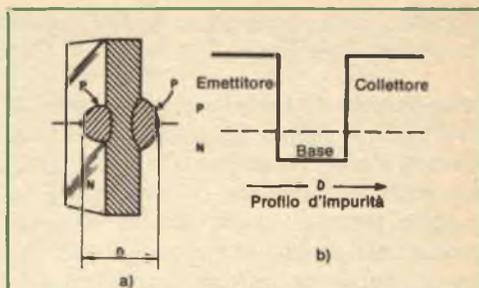
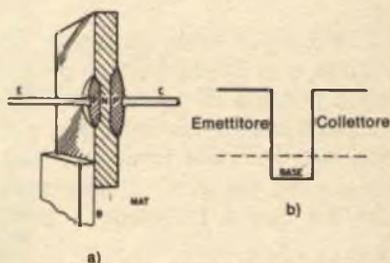
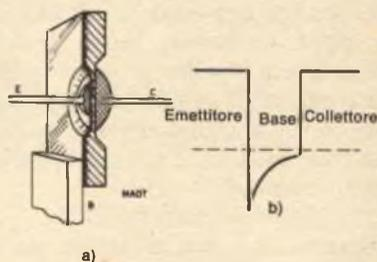
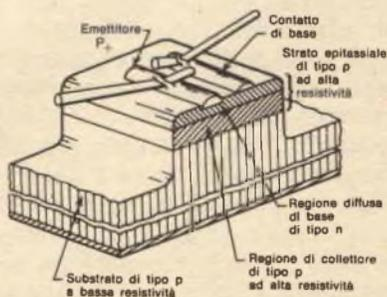

Fig. 11 - Tipico transistore a lega.
Fig. 12 - Struttura a microlega.
Fig. 13 - Tipo di transistore a microlega diffuso.
Fig. 14 - Struttura mesa epitassiale.
**Procedimenti di fabbricazione dei transistori** - Con il passare degli anni, sono stati adottati molti procedimenti e molte strutture nella realizzazione dei transistori; la maggior parte di questi metodi vengono ancora usati, anche se i procedimenti più vecchi ormai non offrono le migliori prestazioni ottenibili. I principali progressi in ordine cronologico, nella fabbricazione dei transistori bipolari, sono illustrati nella *fig. 11*, nella *fig. 12*, nella *fig. 13* e nella *fig. 14*.
La *fig. 11-a* rappresenta un tipico transistore a lega e la *fig. 11-b* il suo profilo di impurità; si tratta di un transistore semplice e poco costoso da costruire, avente un'eccellente beta alle frequenze basse e funzionante ad alti livelli di corrente e di potenza ma non a frequenze o tensioni elevate.
La *fig. 12* rappresenta la costruzione e il profilo di impurità di una tipica struttura a microlega (MAT); si tratta di una tecnica simile a quella della *fig. 11*, tranne per il fatto che nel substrato di base vengono incise incavature meno profonde prima di legare il collettore e l'emettitore. La base più sottile migliora il responso in frequenza; la struttura diventa però più fragile e la tensione di rottura viene ulteriormente ridotta.
Il procedimento illustrato nella *fig. 13* usa la diffusione di impurità dentro una sottile membrana di base prima della legatura, e ciò allo scopo di consentire un profilo di impurità graduale e controllato con precisione. Questa tecnica offre responsi in frequenze fino a 100 MHz.
Nella *fig. 14* è visibile un procedimento con regioni di collettore e di base sottilissime e largo uso di differenti resistività dei materiali, il quale assicura prestazioni a frequenze elevate, fino a 1 GHz; tale procedimento presenta pure un alto guadagno ed un'elevata tensione di rottura. Tuttavia, le sensibili giunzioni pn sono esposte all'aria e ciò provoca un'alta corrente di perdita.